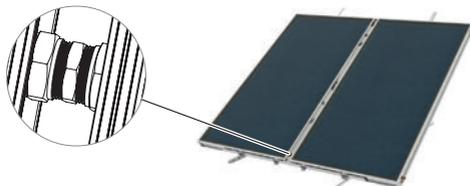

Figura 2.8
- 8 Collegare il secondo collettore e stringere le giunzioni* (Figura 2.8).